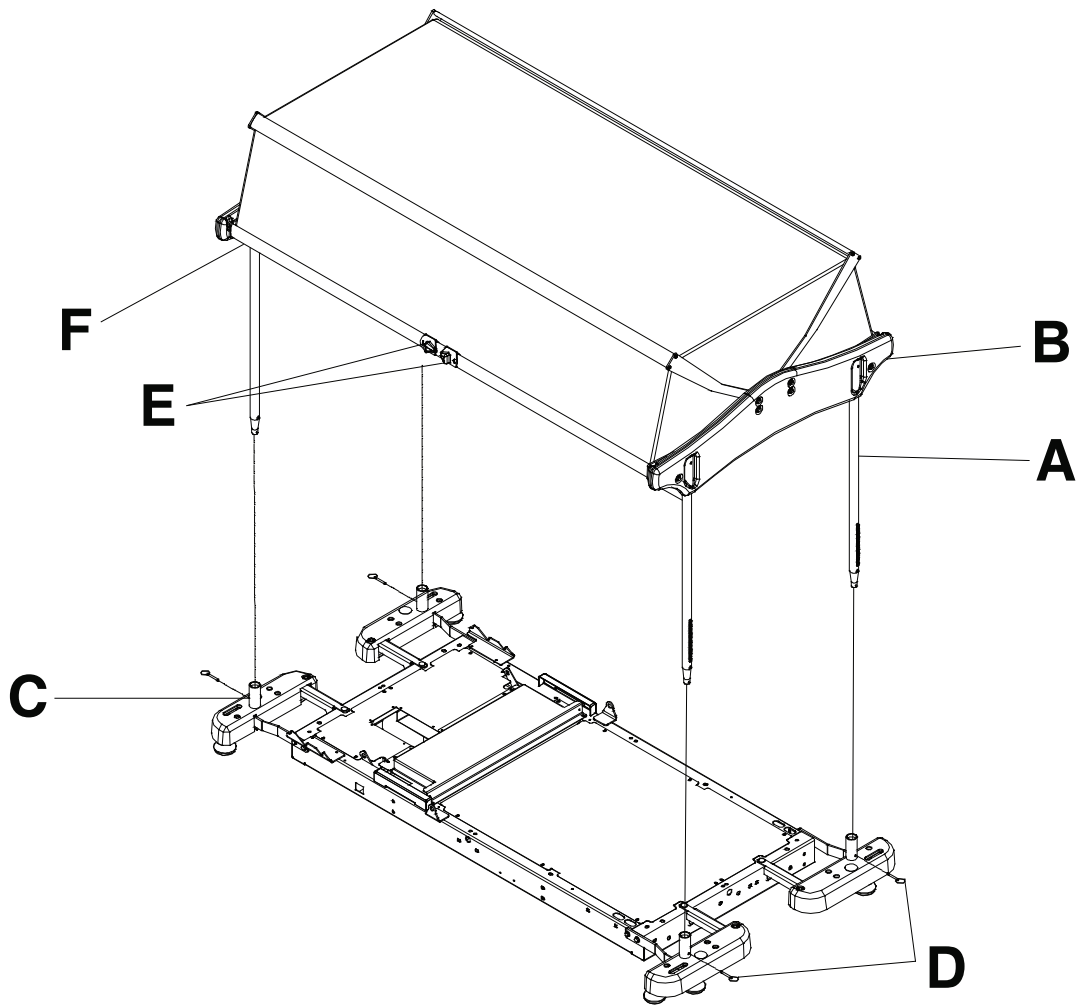

图 17 – 回缩式保护床顶
1. 按下位于每个立柱顶部的锁定销 (A)，并将立柱插入塑料结构的插槽 (B) 内 (图 17)。其他立柱重复此操作。
2. 将四根立柱安装在附件支架套筒内 (C) (图 17)。
3. 使用 9/16 英寸 多用扳手，通过四个连接销 (D) 将立柱锁定在附件支架套筒内 (图 17)。
1. 要打开保护床顶，挤压两个释放旋钮 (E)，并使下护栏 (F) 降低至所需位置 (图 17)。
2. 要关闭保护床顶，抓住下护栏 (F)，并使其降低直至其锁定到位 (图 17)。